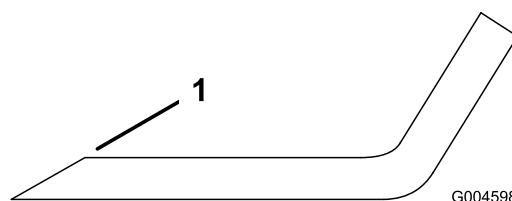

Bild 37
1. Schärfen Sie die Schnittkante an beiden Enden des Schnittmessers mit einer Feile (Bild 37). Behalten Sie den ursprünglichen Winkel bei. Das Messer bleibt ausgewuchtet, wenn Sie die gleiche Menge Metall von beiden Schnittkanten entfernen.